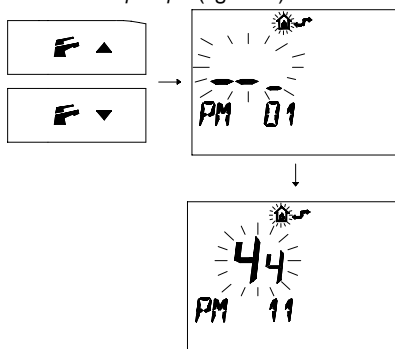

fig. 5.46
- 3 Premere i pulsanti ▲ o ▼ per visualizzare la programmazione "*PM 11*" della *post circolazione pompa* (fig. 5.46)